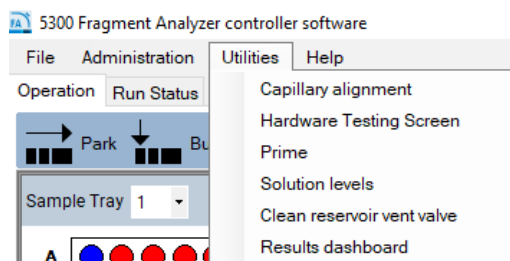

Figura 92 Menú Utilities (Utilidades)
- 1 En el menú desplegable **Utilities** (Utilidades), seleccione **Results dashboard** (Panel de resultados) (**Figura 92**).